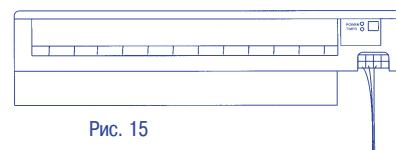

Рис. 15
- 3) Подсоедините проводники кабеля к соответствующим клеммам (рис. 15).